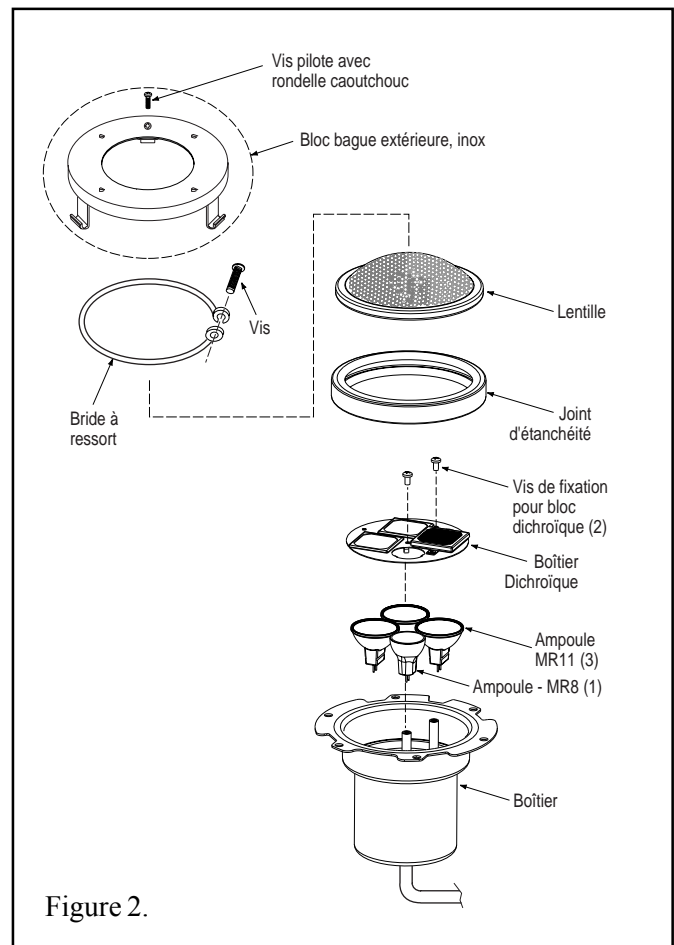

Figure 2.
Section V. Remplacement des ampoules (voir Figure 2)
D. Démontez le luminaire et retirez les ampoules. Voir Figure 2.
E. Installez les nouvelles ampoules. Voir Figure 2.